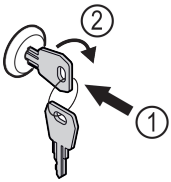

Fig. 75 Зображення для прикладу
- ▶ Вдавити ключ Fig. 75 (1).
- ▶ Повернути ключ на 90° за годинниковою стрілкою Fig. 75 (2).